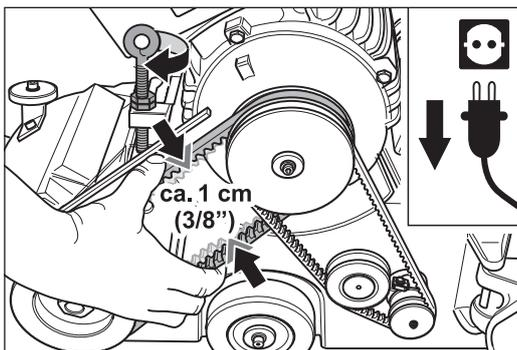

Abb. 62 Spannen des Antriebsriemens. Die Durchbiegung sollte ca. eine Riemenbreite betragen.
- 7 Legen Sie die neuen Keilriemen auf und spannen Sie den Antriebsriemen der Schleifwalze mit der Ringschraube. Der Riemen sollte sich knapp eine Riemenbreite durchbiegen lassen (Abb. 62).